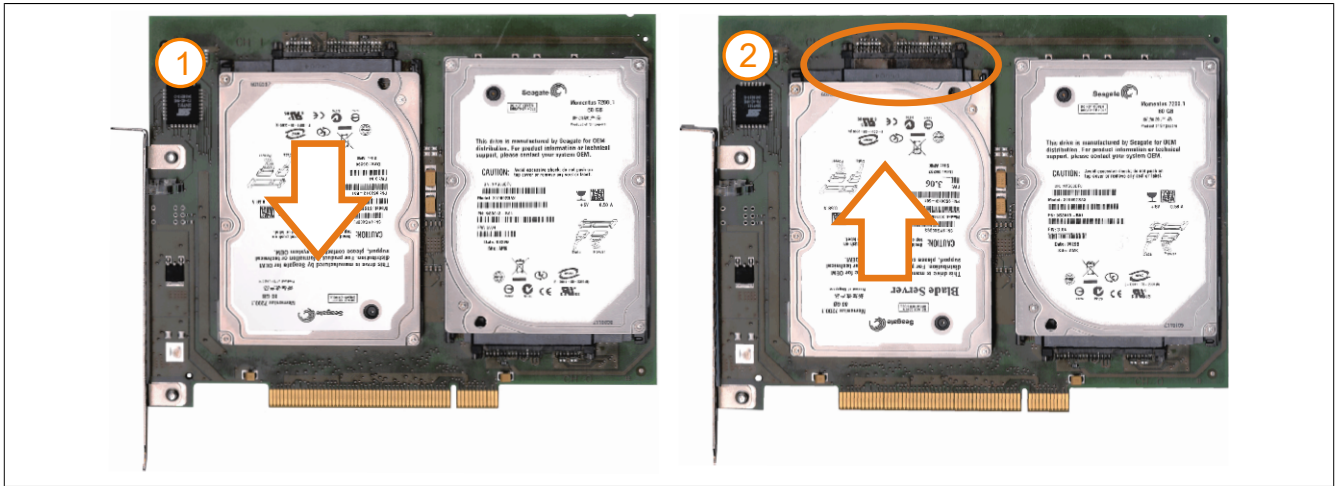

Abbildung 190: Hard Disk Tausch
6. Vorderseitig die Hard Disk nach unten hin wegschieben (Abb. 190: Hard Disk Tausch - linkes Bild).
7. Neue Hard Disk vorsichtig in die Steckverbindung (Abb. 190: Hard Disk Tausch - rechtes Bild) aufstecken und dabei die Hard Disk nur an der Stirnseite, nicht an der Oberseite, berühren.